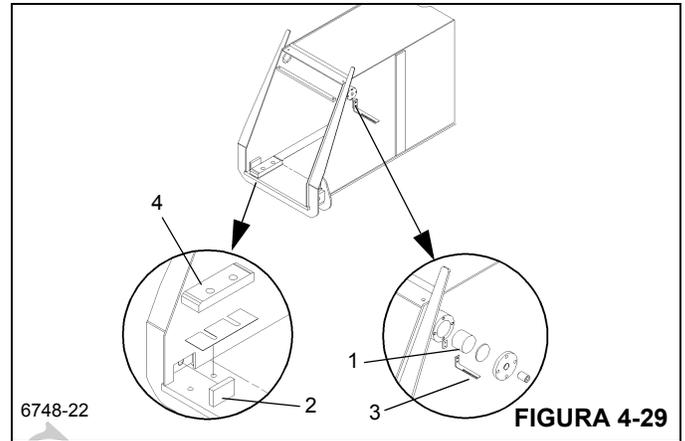

FIGURA 4-29
9. Remova os dois parafusos que fixam cada placa de desgaste lateral superior (Figura 4-29, 1) e inferior (Figura 4-29, 2) na frente da seção da base. Remova as placas de desgaste, os calços e a cantoneira de montagem (Figura 4-29, 3) (apenas lado superior esquerdo).